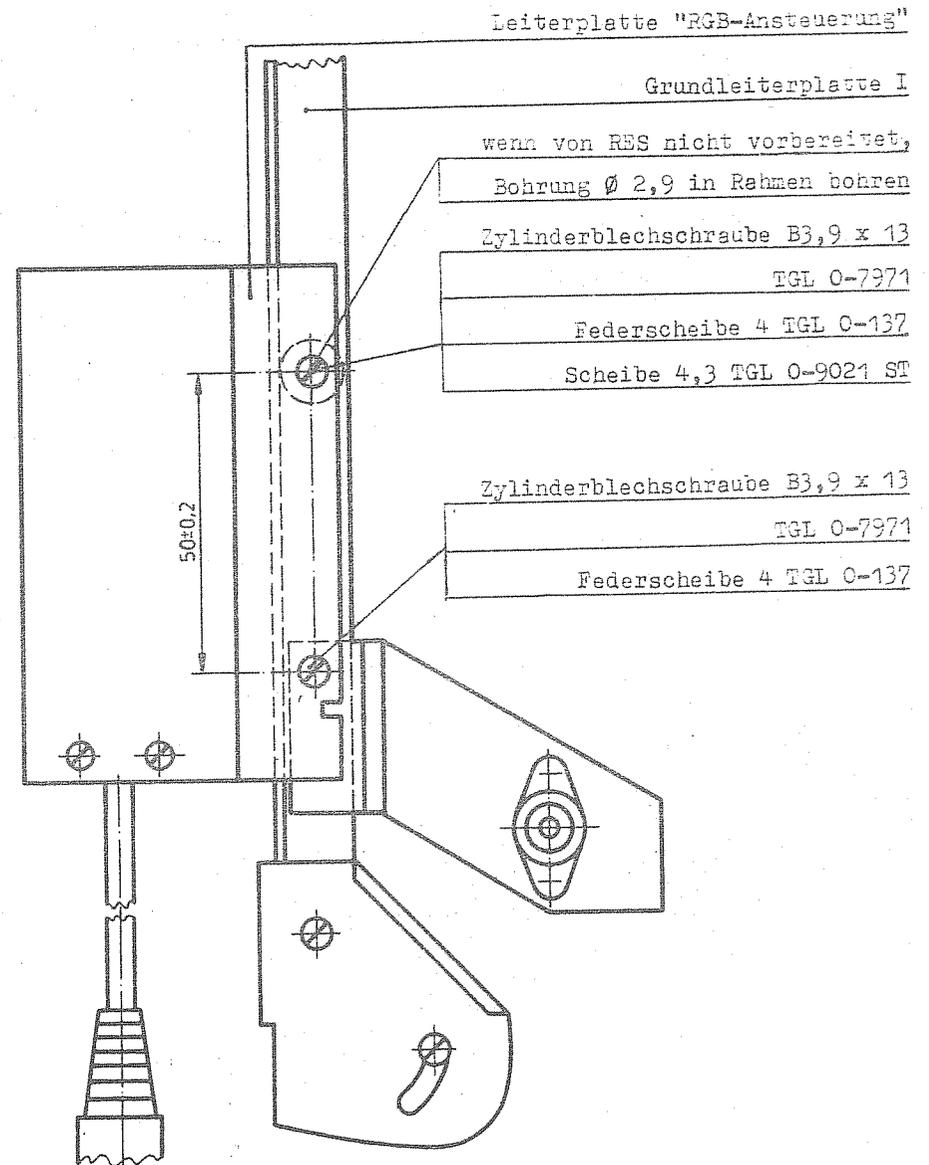

Bild 2 Einbau der Leiterplatte "RGB-Ansteuerung" in Farbfernsehengeräte Typ Colorvision
- Leiterplatte "RGB-Ansteuerung" entsprechend Bild 2 in das Fernsehgerät einbauen.